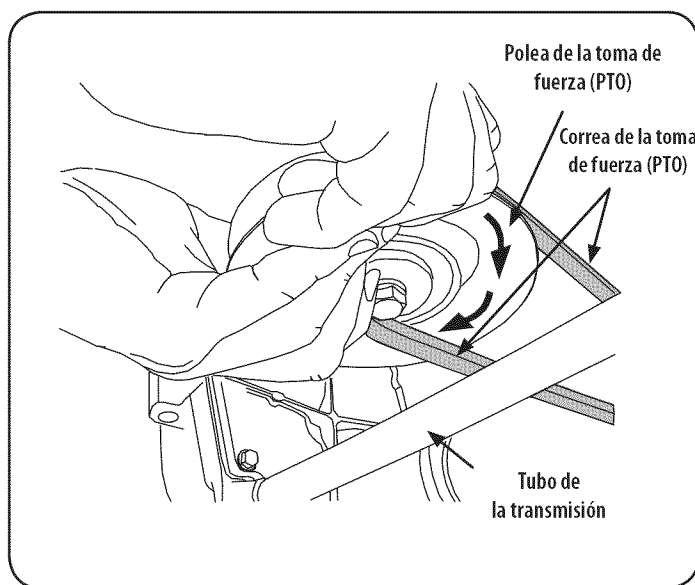

Figura 35
- d. Mientras sostiene la correa hacia abajo, siga girando la polea de la PTO hasta que la correa se deslice fuera de la polea. Consulte la Figura 35.
5. Tire del lado derecho de la correa hacia atrás y coloque el lado V angosto de la correa en la polea de la PTO. Vea la Figura 35.
6. Mientras sostiene la correa y la polea juntas, rote la polea hacia la izquierda (Vea la Figura 35). Siga sosteniendo y rotando la polea y la correa hasta que la correa se enrolle totalmente en la polea de la PTO.